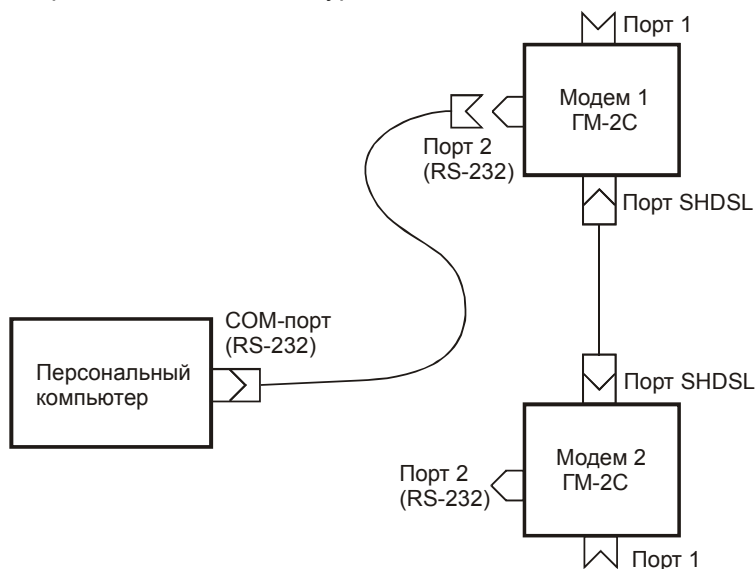

Рис. 9. Схема проверки работоспособности модемов
1. Соедините модемы в соответствии со схемой, приведенной на Рис. 9. В качестве линии связи может использоваться штатный кабель, если испытывается реальная система передачи данных либо модель линии (короткий отрезок витой пары), если проверяется работоспособность модемов без влияния линии. Схема изолирована от внешней аппаратуры, подключаемой к портам 1, и поэтому позволяет локализовать возможные ошибки, связанные с неправильной настройкой, повышенным уровнем помех в линии связи и т. п.